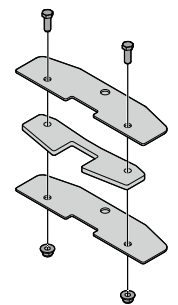

Figura 29
1. Apile las placas de tope superior/inferior y la placa de tope central como se ilustra en la Figura 29. Fije con dos tornillos de cabeza hexagonal y dos tuercas hexagonales.